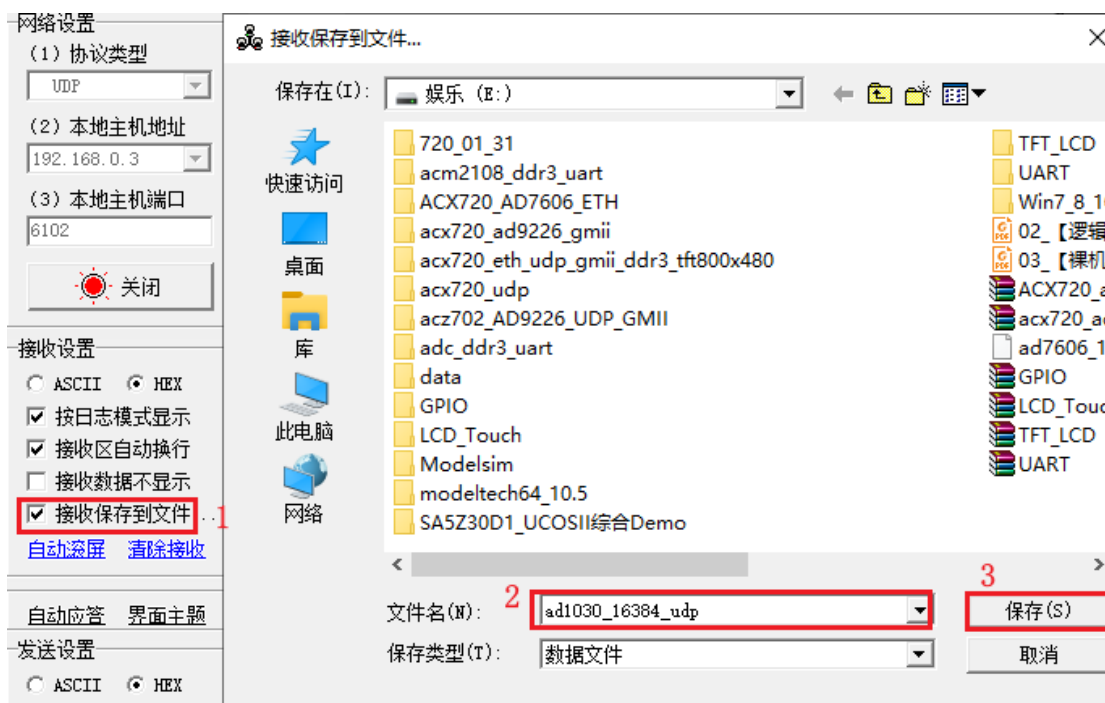

图 1-15 设置保存文件
6. 点击“接收保存到文件”这几个字，在弹出的界面中设置文件路径、文件名称，如下图 1-15 所示。这样在数据接收完成之后会保存一个数据文件。方便后面进行分析。